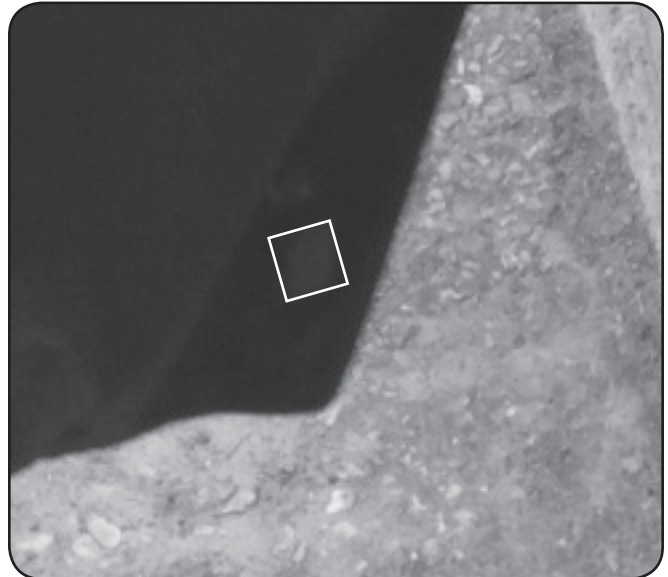

Figura 3-16
9. Hay un par de imanes en la sección inferior en cada lado de las placas de piso. Dichos imanes ayudan a sostener la parte inferior de la Cabina para nieve contra las placas de piso. Consulte la Figura 3-16.